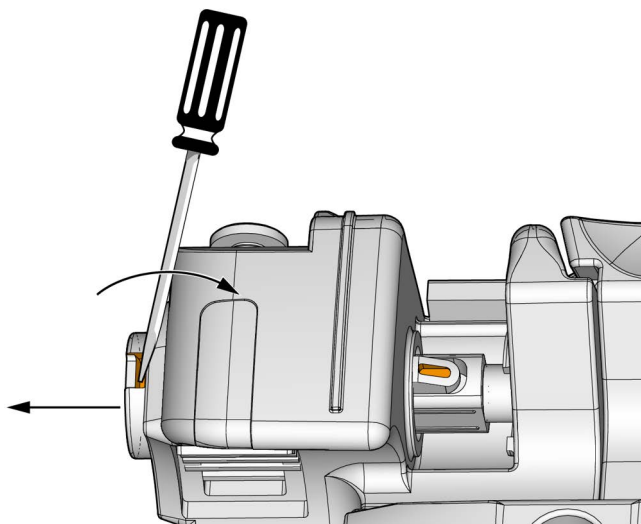

Figura 5-10 Remoção do eixo do freio
5. Insira a ponta da chave de fenda na cavidade na extremidade do eixo. Incline para dentro para empurrar o eixo para fora (veja as setas na Figura 5-10 na página 82).